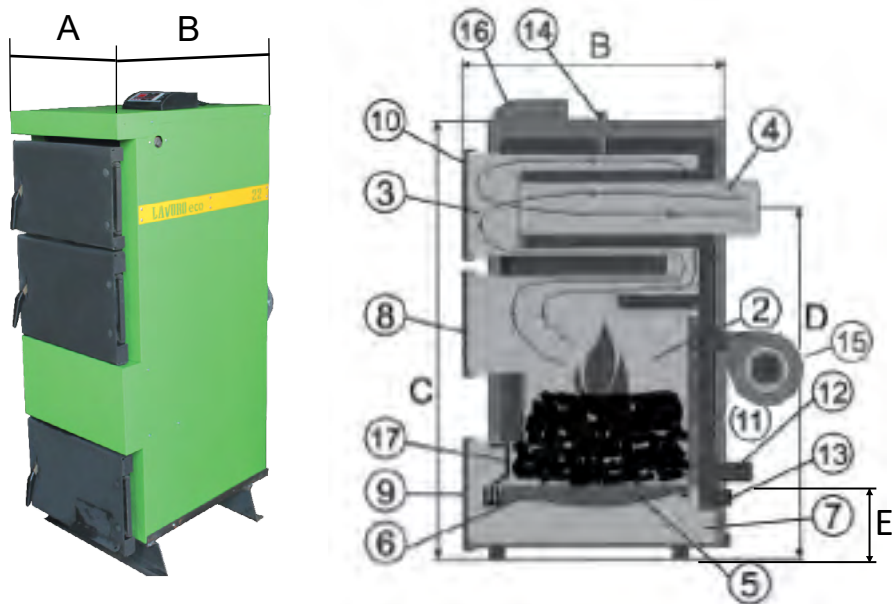

Рис. 1 Котёл «Lavoro L»
4.1. Котёл (рис. 1) состоит из: корпуса (1), топки (2), газохода (3), дымохода (4). В нижней части топки устанавливаются колосники (5) на опоры (6), зольник (7). К передней стенке корпуса котла на осях присоединяются загрузочная дверца (8), дверца для обслуживания (9), дверца для обслуживания газохода (10), патрубков подающего трубопровода (11), патрубков обратного трубопровода (12), патрубок для слива воды с котла (13), патрубок установки термодатчика (14), вентилятор (15), автоматика (16), дверца для удаления золы (17).